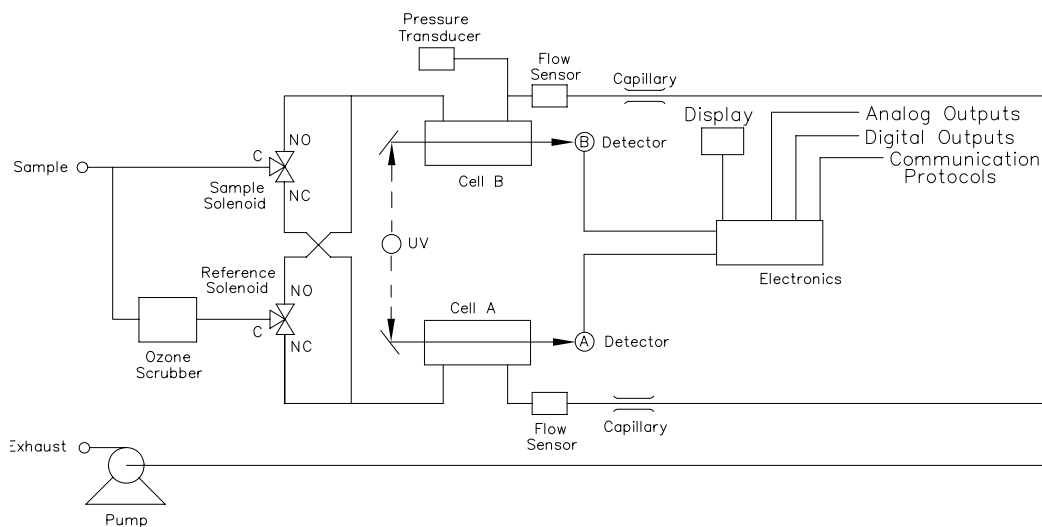

Abb. 1-1. Modell 49i - Schematische Darstellung des Prinzips
Eine Probe aus der Umgebungsluft wird über die Schottverschraubung mit der Bezeichnung SAMPLE in das Meßgerät Modell 49i gesaugt und in zwei Ströme geteilt (siehe Abb. 1-1). Einer der Gasströme passiert einen Ozonwäscher und wird als Referenzgas (I_0) verwendet. Anschließend strömt das Referenzgas zum Magnetventil. Das Probegas (I) strömt direkt zum Probenahme-Magnetventil. Die Magnetventile